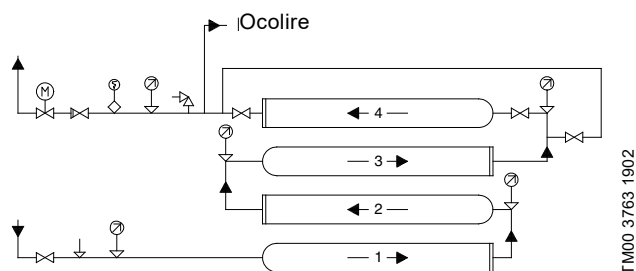

Fig. 9 Sistem de presurizare cu patru module conectate în serie cu ocolire, montate unul peste altul
- Pentru modulele conectate în serie și echipate cu o ocolire, montate unul peste altul, recomandăm conectarea conductelor așa cum se indică în fig. 9.